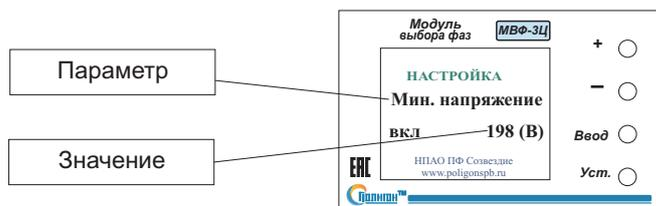

Рис.2
Рис.2. Схема подключения МВФ-3Ц для работы с мощной нагрузкой. Необходимо включить параллельно катушке пускателя искрогасящую цепочку R – 51 Ом 1Вт, С – 0,1 мкФ 630 В.
4.2.1. Для входа в режим программирования нажмите и удерживайте 5-6 сек кнопку «Уст.», при этом на дисплее высветится название параметра и его значение (Рис.2).